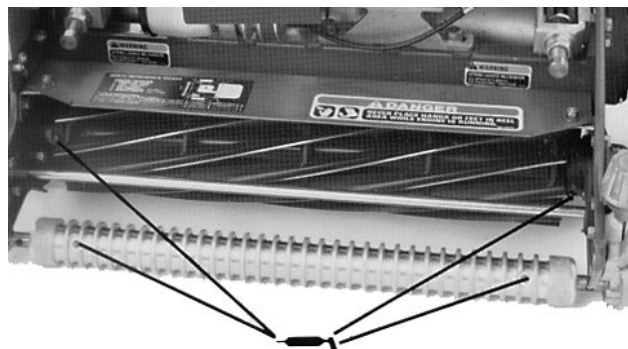
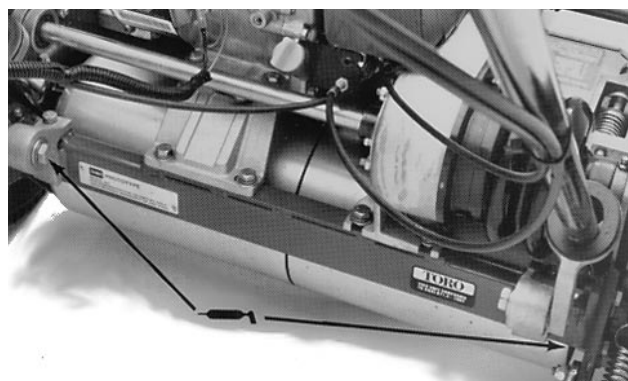
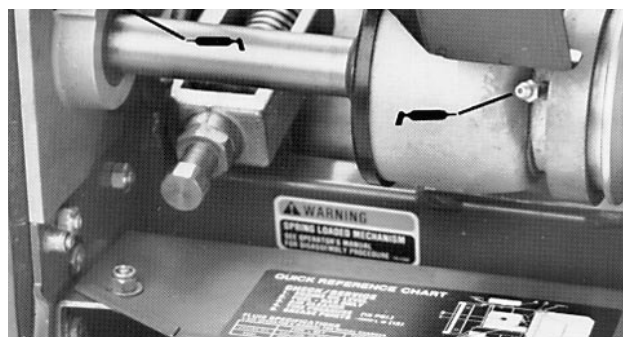

Fig. 16
Fig. 17
Fig 18
2. Os locais onde se encontram acessórios de lubrificação são: (2) no rolo dianteiro (Fig. 16), (2) nos mancais dos carretéis (Fig. 16), (2) nos eixos do tambor (Fig. 17), (3) no diferencial (Fig. 17), (2) nos mancais do contraveio dos carretéis (Fig 18) e (1) na articulação falsa da correia (Fig. 19).